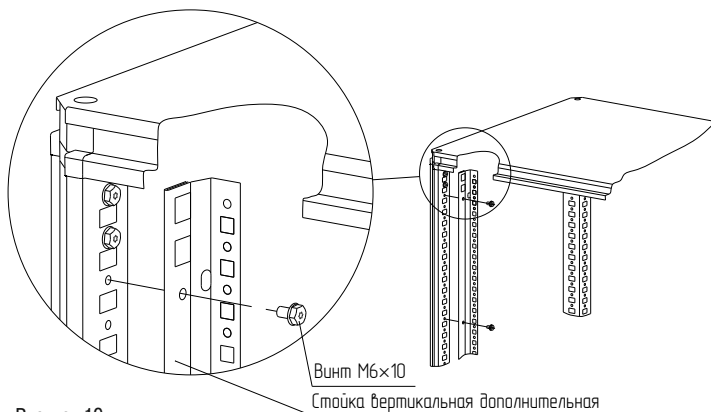

Рисунок 19
4.9.2 Закрепите стойку вертикальную дополнительную на стойке 1 профиля в дверном проёме семью винтами М6×10 (Рисунок 19). Момент затяжки – 7 Н·м.